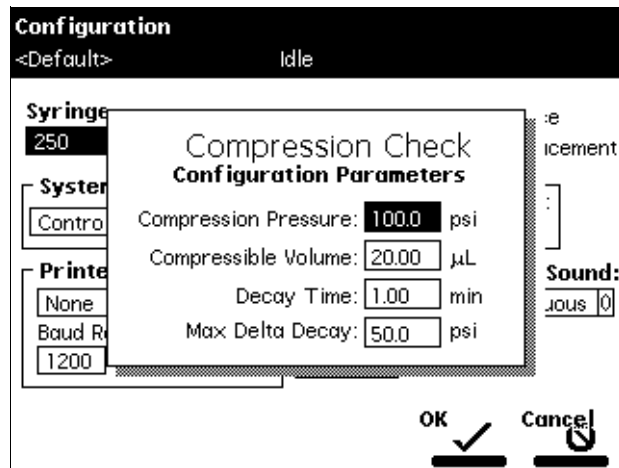

图 3-10 压缩检查对话框
2. 按 **Comp Check (压缩检查)** 屏幕键。将出现 Compression Check (压缩检查) 对话框。图 3-10 显示了缺省的参数设置。